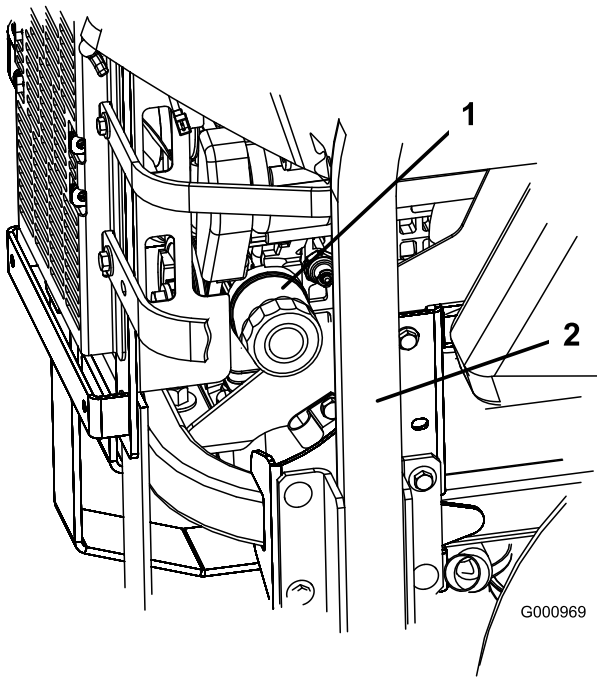

Figure 41
2. Tournez le filtre dans le sens anti-horaire pour le déposer (Figure 41 et Figure 42).